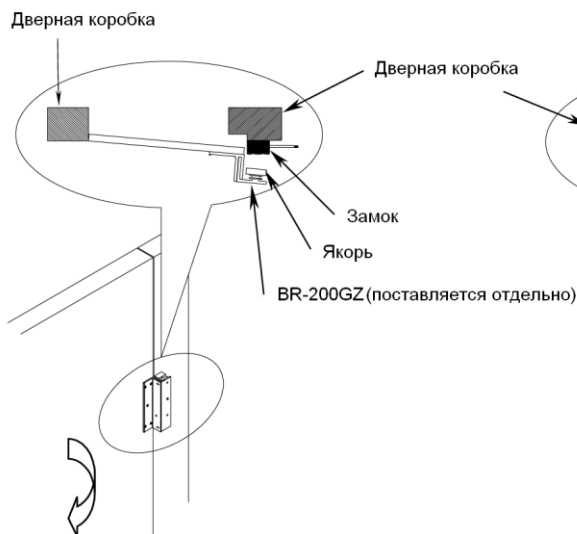
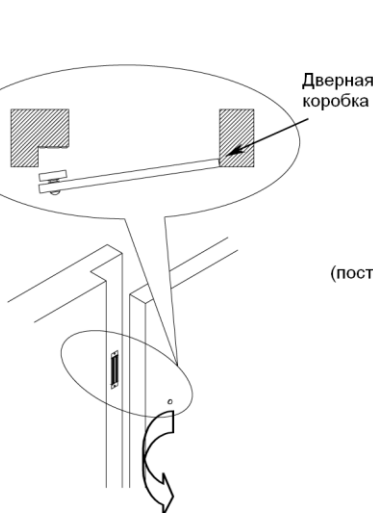
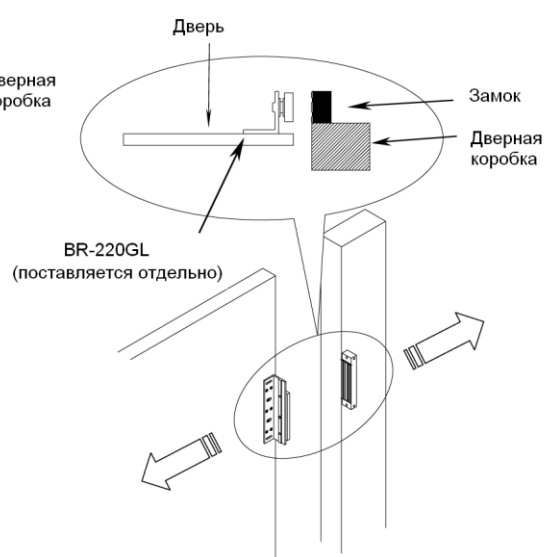

Рис.1
Рис.2
Рис.3
1. Определить тип открывания двери (Рис.1, Рис.2, Рис.3)
Обратите внимание, что на Рис.1 и Рис3. используются дополнительные крепежные кронштейны (BR-220GZ и BR-220GL), которые не входят в комплект и приобретаются отдельно.